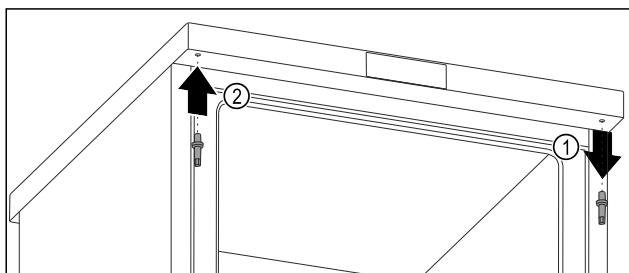

Fig. 12
- Desenroscar el perno superior con la llave Allen. *Fig. 12 (1)*
- Apretar el perno en el lado opuesto con la llave Allen. *Fig. 12 (2)*